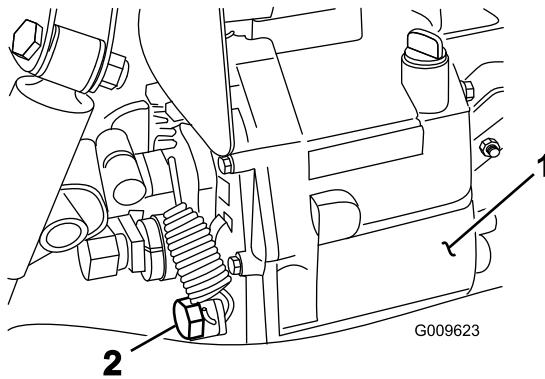

Figura 77
2. Retire el tapón de vaciado del lado del depósito y deje que se drene el aceite hidráulico en el recipiente (Figura 77).